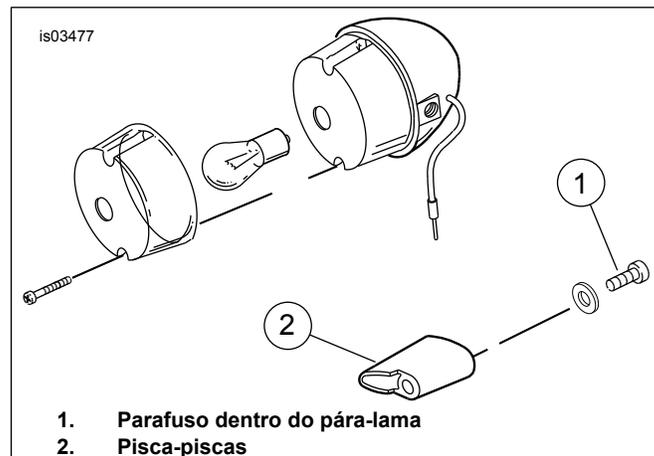

Figura 3. Pisca-pisca traseiro Dyna (suporte estilo aerofólio típico)
2. Veja a Figura 3. Remova o suporte de lâmpada existente, removendo o parafuso e a arruela (se presente) dentro do pára-lama traseiro, depois remova o alojamento da lâmpada do suporte. Guarde as ferragens para a reinstalação. Descarte o suporte.